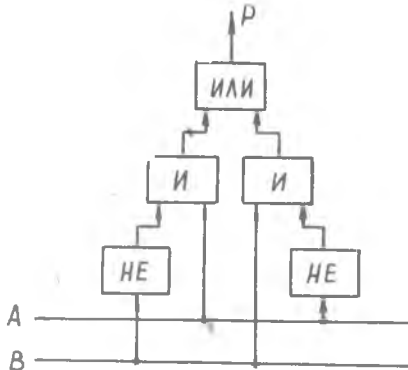
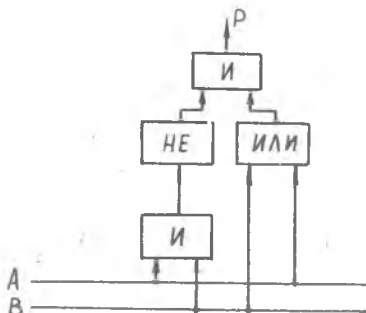

Рис.6.
Рис.7.
Может быть поставлена и следующая задача: по известной схеме записать логическую формулу, минимизировать ее и построить новую схему, эквивалентную первой. Например, дана функциональная схема (рис.6).
Схема, воспроизводящая эту зависимость, приведена на рис.7.
4. Проверить на стенде тождественность схем, приведенных на рис.6. и рис.7 инструкции.